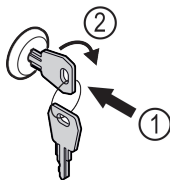

Fig. 129
- ▶ Dugja be a kulcsot Fig. 129 (1).
- ▶ Forgassa el a kulcsot 90°-kal az óramutató járásával megegyező irányba Fig. 129 (2).